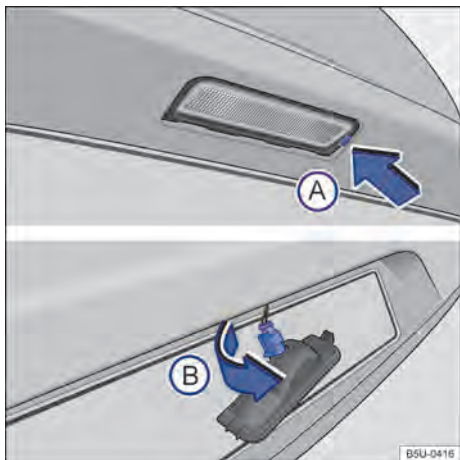

Fig. 115 No para-choque traseiro: remover a lanterna da placa de licença e o soquete da lâmpada.
2. Com o auxílio de uma chave de fenda, pressionar a trava → Fig. 115 (A) para remover o conjunto.
3. Girar o soquete da lâmpada no sentido da seta (B), e desencaixá-lo do alojamento.
7. Posicionar o soquete no alojamento e girar no sentido contrário ao da seta (B).